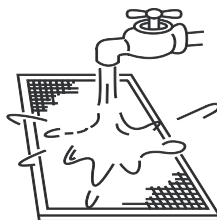

Рис. 15.4
- б) Во время чистки водой приточная сторона фильтра должна быть направлена вниз (см. рис. 15.4).